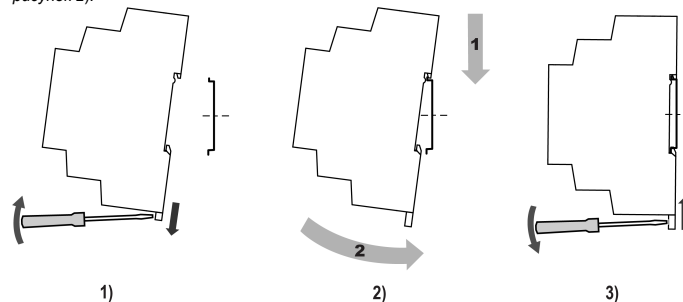

Рисунок 1 – Установка прибора
2. Вставив отвертку в проушину, оттянуть защелку (*рисунок 1, 1*).
3. Установить прибор на DIN-рейку в соответствии с в направлении стрелки 1 (*рисунок 1, 2*);
4. Прижать прибор к DIN-рейке в направлении, показанном стрелкой 2. Зафиксировать защелку (см. *рисунок 1, 3*).